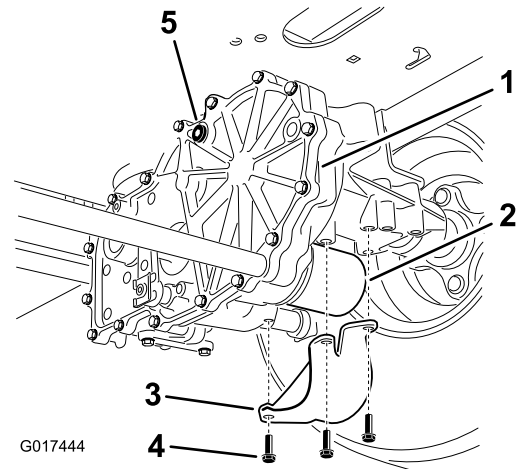

Bild 69
4. Ermitteln Sie den Filter und die Schutzvorrichtungen an jedem Getriebe (Bild 69).
5. Entfernen Sie die drei Schrauben, mit denen die Filterschutzvorrichtung und die Schutzvorrichtung befestigt sind (Bild 69).